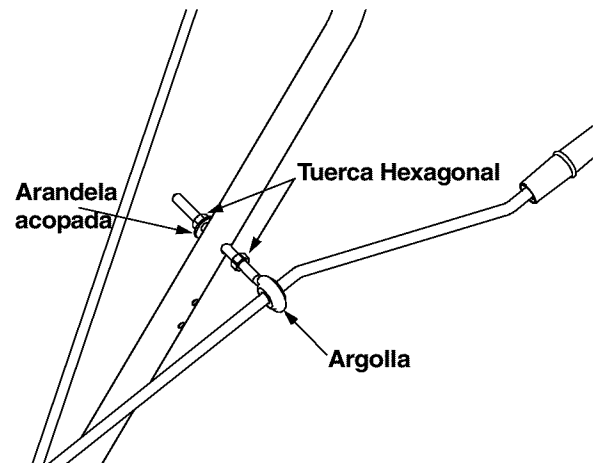

Figura 5
- Roscar una tuerca hexagonal, del grupo F, sobre la argolla del conjunto de control direccional de la canaleta hasta que haya dos pulgadas de rosca por lo menos, mostrando entre la tuerca y el cabezal de la argolla. Ver el recuadro de la Figura 5.